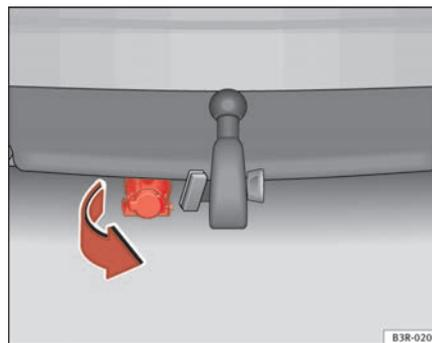

Fig. 155 Pára-choques traseiro: Rodar para baixo a tomada para o reboque ▶
- Vire para baixo a tomada que se encontra sob o pára-choques, para ligar os cabos do reboque ⇒ página 202, fig. 155.